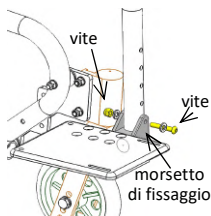

fig. 7.1: Regolazione altezza
- **Regolazione altezza del poggiapiedi** (fig. 7.1):